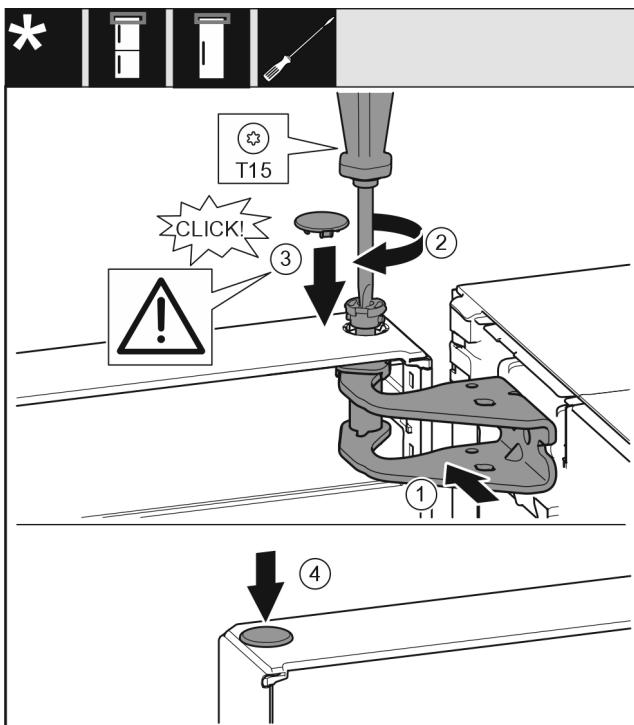

Fig. 21
- ▶ 将门的上方对准托架中的开口。Fig. 21 (1)
- ▶ 放入螺栓并用 T15 螺丝刀拧紧。Fig. 21 (2)
- ▶ 安装冰箱门安全装置的安全盖：放入安全盖并检查其是否紧贴在门上。否则，需将螺栓完全插入。Fig. 21 (3)
- ▶ 放上堵头。Fig. 21 (4)